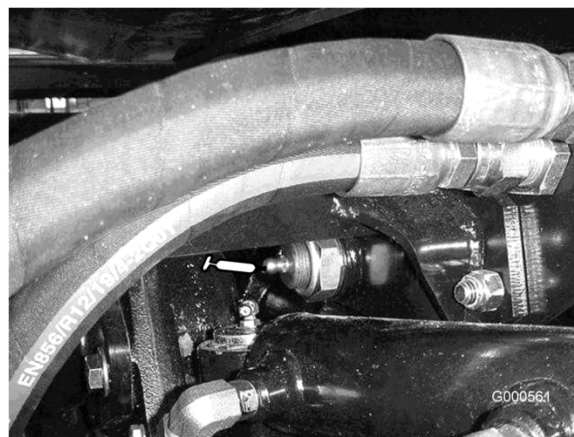

図 23
- ・ 後アクスル・ピボットのブッシュ（2ヶ所）（図 23）